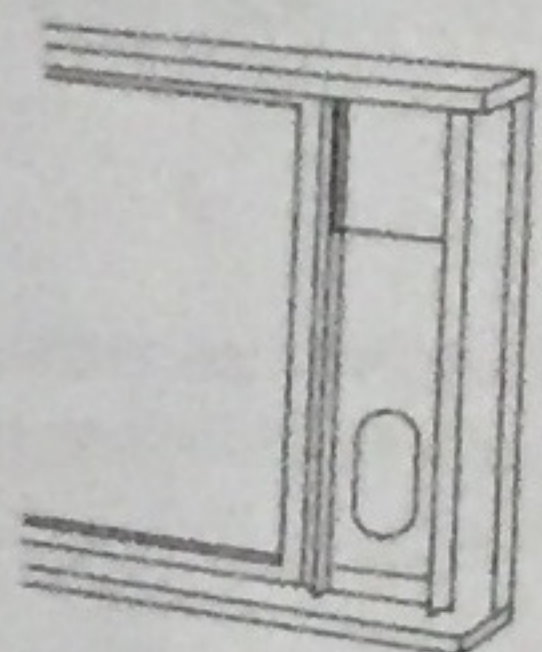

Fig. 16
3. Tagliare il sigillante in schiuma (tipo adesivo) della lunghezza adeguata e attaccarlo sul lato superiore della finestra. Come mostrato in Fig. 16.